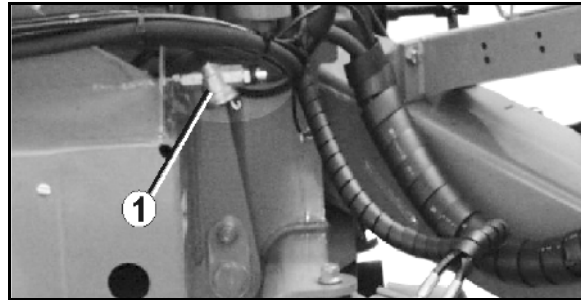

Рис. 82
1. Сомкните замок (Рис. 82/1) на обеих планках.